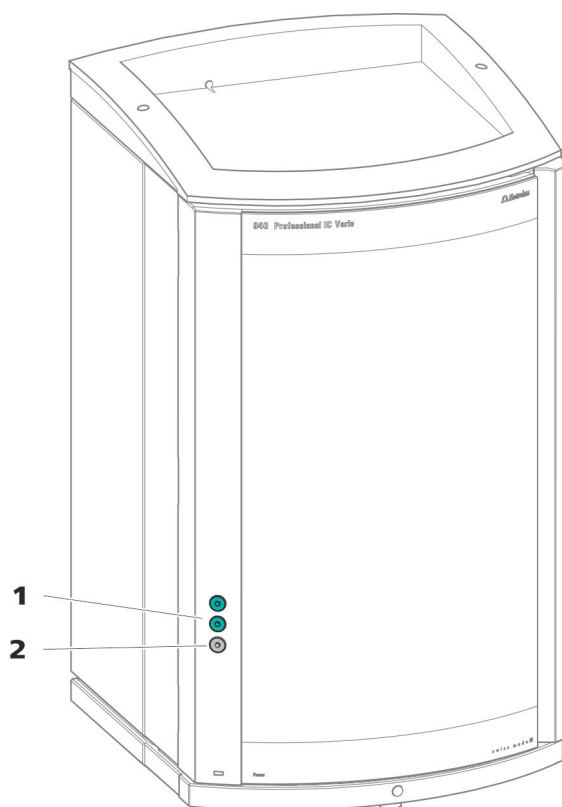

Figure 3 Passages sur la porte
- orifices sur la porte (voir Figure 3, page 12)